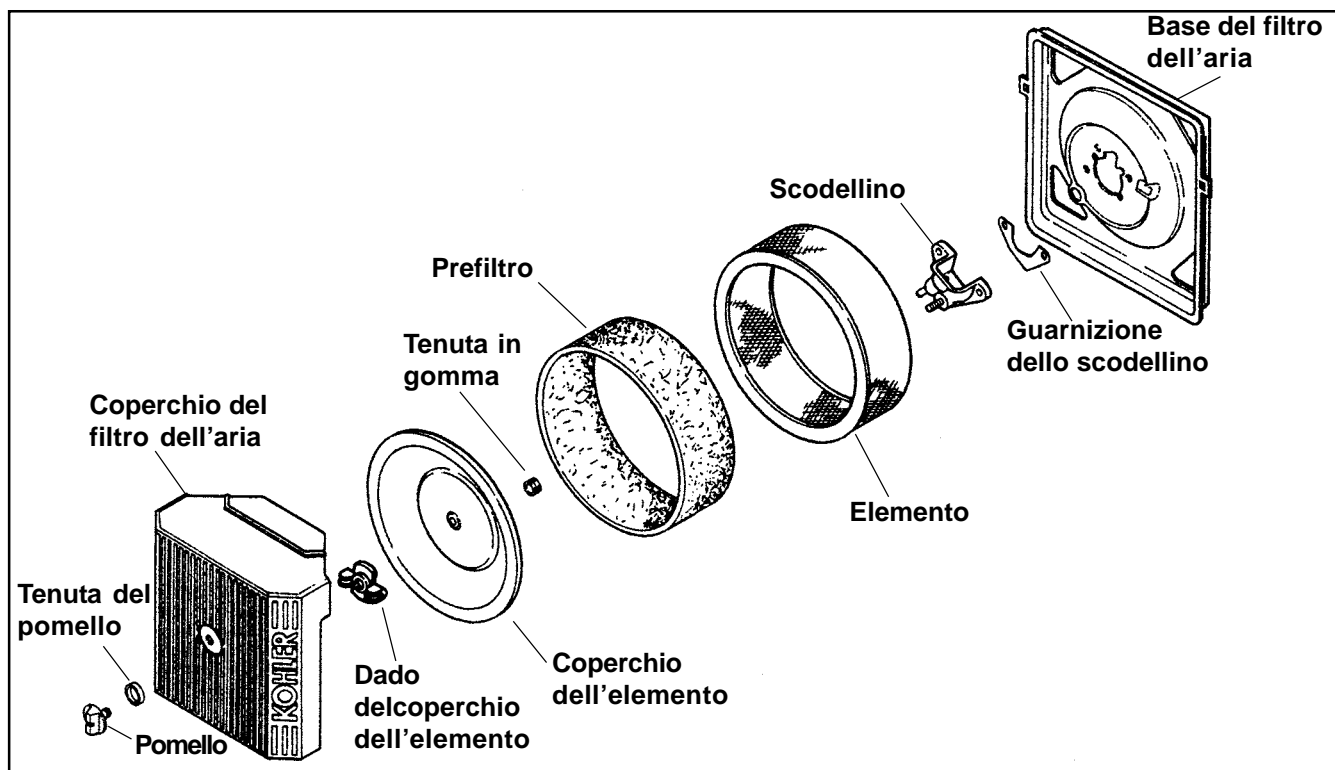

Figura 4-5. Componenti del sistema filtro dell'aria - Standard.
1. Rimuovere i componenti del filtro dell'aria dalla base (vedere Figura 4-5).